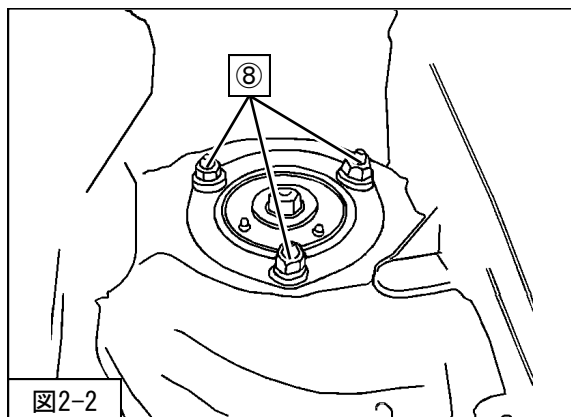

図2-2
⑧フロントサスペンションASSYアッパー取付ナット（締付トルク：67N・m）を車両に取付けてください。（図2-2）